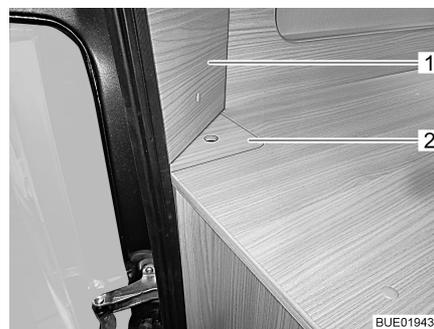

Bild 83 Zugang zu Rückleuchten, links (640)
- Abdeckung (Bild 83,1) abnehmen. Die Abdeckung ist mit Kreuzschlitzschrauben befestigt.
- Abdeckung (Bild 83,2) am Griffloch fassen und herausnehmen.